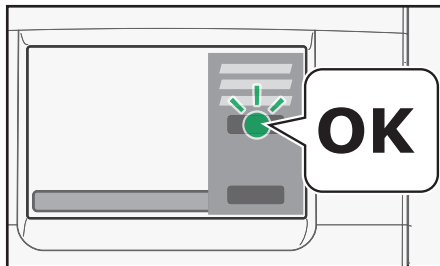

Рис. 5.6 - Коснуться OK во время мойки / полной очистки
8. Нажать "OK" для подтверждения (рис. 5.6) того, что моющие таблетки Rinza вставлены, а емкость позиционирована.
9. Коснуться "OK" для начала мойки горячей водой. (рис. 5.6)
8. Нажать "ОК" для подтверждения (рис. 5.6) того, что моющие таблетки Rinza вставлены, а емкость позиционирована.